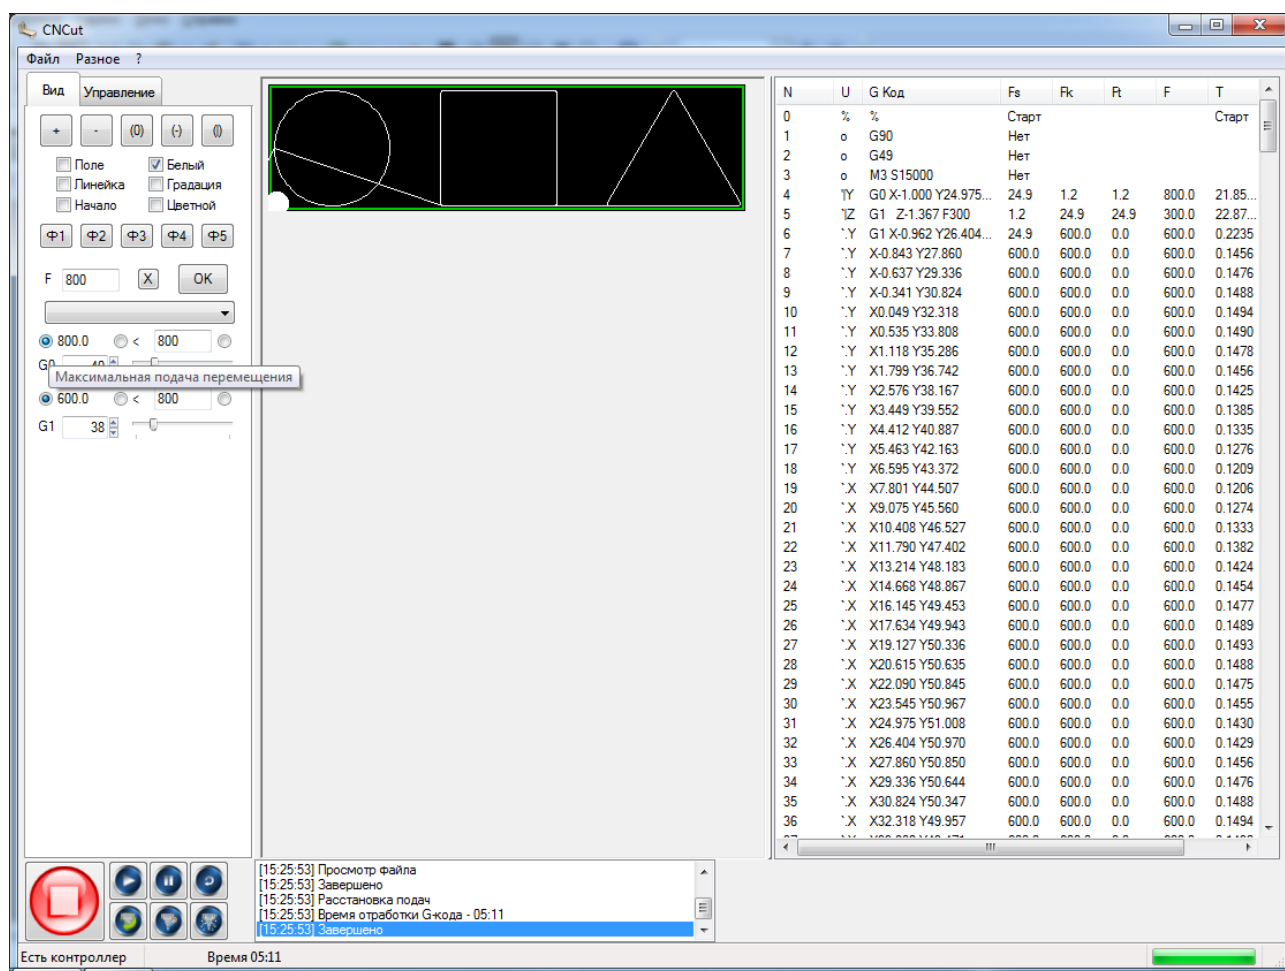

Рисунок 55. Скорость заданная в программе ARTCAM
57. В случае необходимости можно изменить скорость рабочей подачи (G1) и холостого перемещения (G0). Левым положением выбирается скорость, заданная в программе ARTCAM, рисунок 55